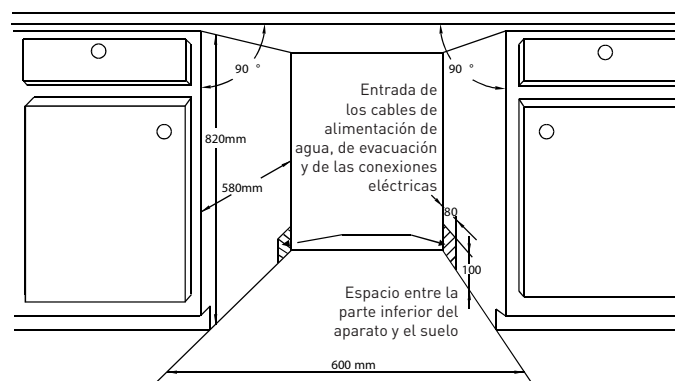

Fig. 1
1. Elija una ubicación próxima al fregadero para facilitar la instalación de los tubos de entrada y evacuación de agua (Fig. 1).